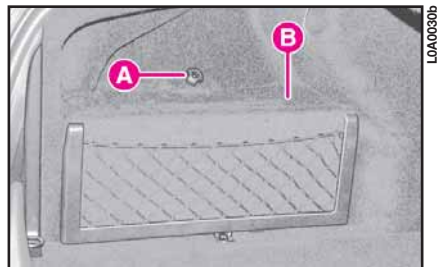

fig. 1
3) Dévisser le pommeau A (fig. 1) et enlever la couverture B.